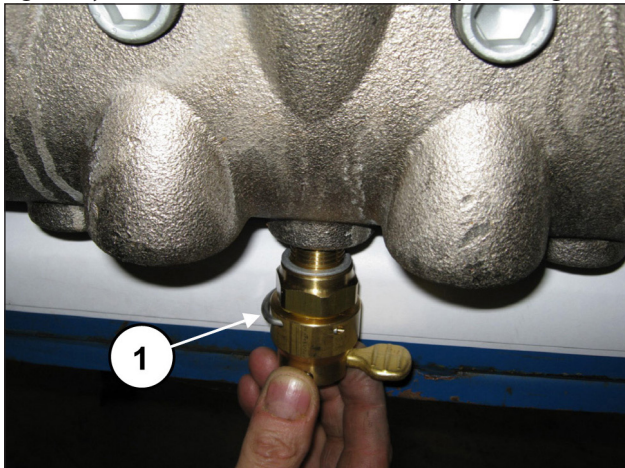
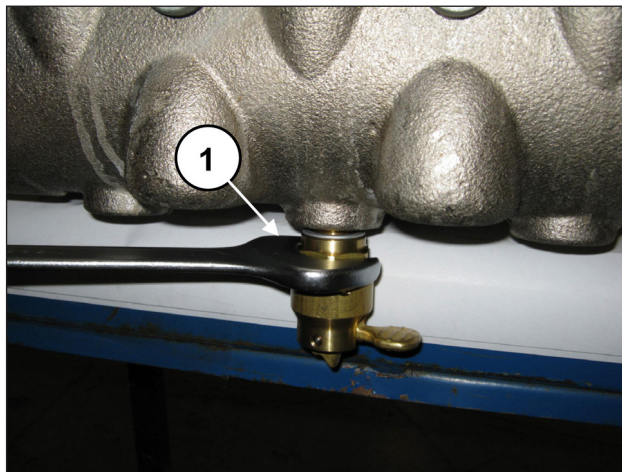

Fig. 131
Fig. 132
Aplicar los dispositivos de apertura de las válvulas (pos. ①, Fig. 131) y enroscarlos con la llave de 30 mm (pos. ①, Fig. 132).